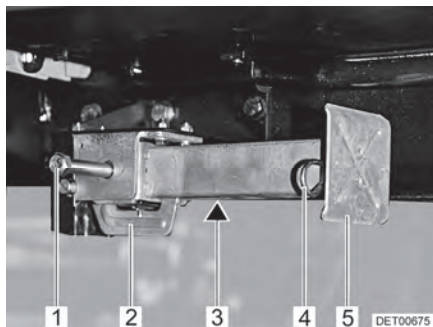

Fig. 30 Piedino di stazionamento
- Inserire la chiave a tubo nell'esagonale (Fig. 30,1) e ruotare fino a quando il piedino di stazionamento non si trova in posizione verticale verso il basso.
- Se la lunghezza del piedino di stazionamento è regolabile, sfilare la copiglia (Fig. 30,4) dal piede del prolungamento (Fig. 30,5).
- Inserire la chiave a tubo nell'esagonale (Fig. 30,1) e ruotare fino a quando il piedino di stazionamento non si stacca dal terreno.
- Spingere completamente all'interno il prolungamento dell'estremità del piedino (Fig. 30,5) e inserire la copiglia (Fig. 30,4) nel foro apposito.
- Girare sull'esagonale (Fig. 30,1), finché il piedino di stazionamento è orientato verso l'alto e la guida (Fig. 30,2) si trova proprio alla fine della scanalatura (Fig. 30,3).